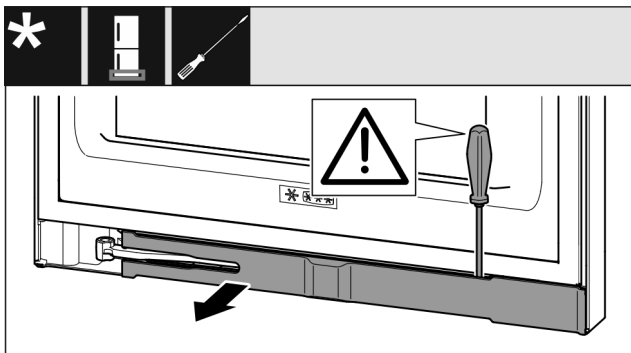

Fig. 13
- ▶ Løsn blindpladen med en flad skruetrækker, og drej den til side Fig. 13 ().